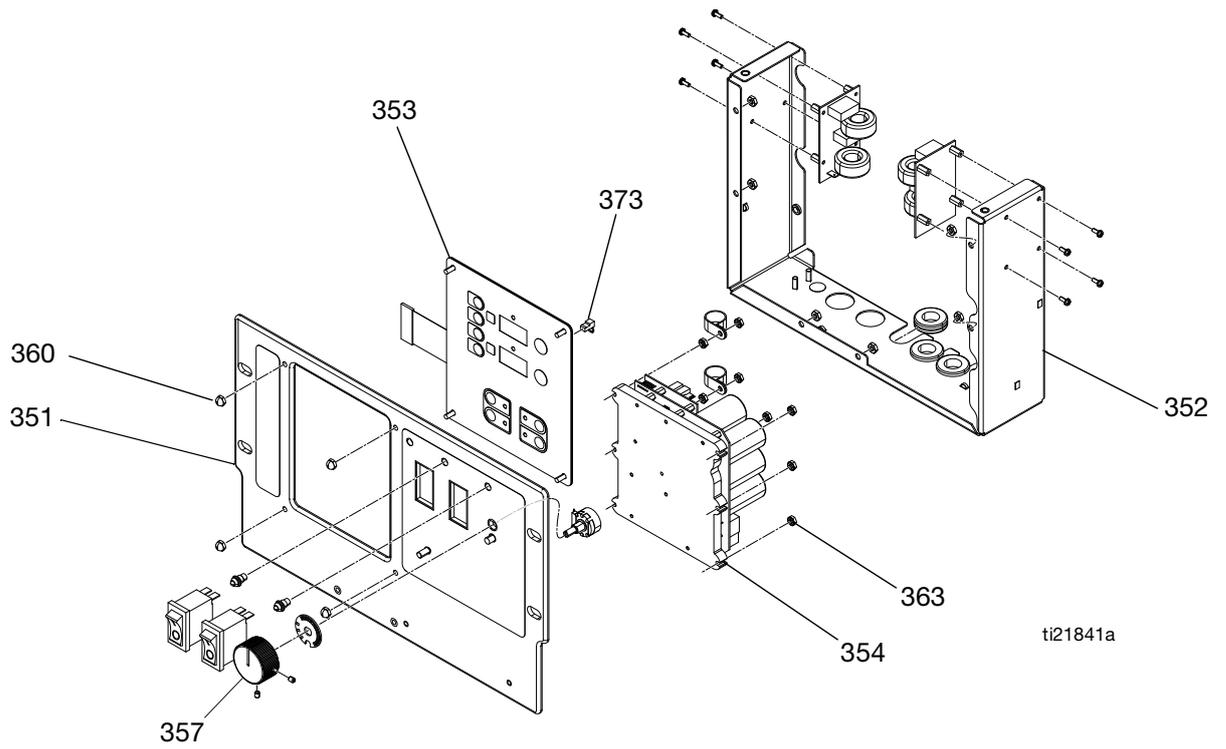

図 10 制御パネル
2. ネジ (21) とディスプレイカバー (26) を外します。
4. メインディスプレイのケーブル (81) を温度ディスプレイ (353) の右上隅から外します。図 10 (43 ページ) を参照してください。
5. ジャンパ (373) をディスプレイ (353) 背面から外します。脇によけて、新しいディスプレイにジャンパを取り付けます。
6. ディスプレイの背面からリボンケーブル (RC) を外します。図 10 (43 ページ) を参照してください。
7. ナット (360) をプレート (351) から外します。
8. ディスプレイ (353) を分解します。図 10 (43 ページ) の詳細を参照してください。
9. 逆の順で組み立て直します。図 10 (43 ページ) を参照してください。示されている箇所に、中程度の強度のネジ山シーラントを塗ってください。
2. カート背面のディスプレイカバー (26) を取り外し、制御ボード (354) を露出させます。
3. ボード (354) からすべてのケーブルとコネクタを外します。(45 ページ、表 8 を参照してください。)
4. 6 個のナット (363) を外して、制御ボード (354) からボードを外します。図 10 (43 ページ) を参照してください。